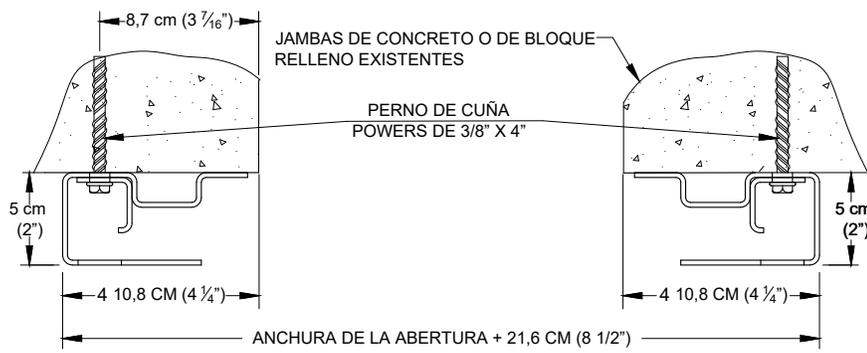

FIGURA 9: MONTAJE DE GUÍAS - OPCIÓN 2
- ▶ **OPCIÓN 2:** Jambas de mampostería. Perno de tornillo Dewalt de 3/8" x 4" + en el interior de la guía. Esta opción de montaje para todas las aplicaciones del modelo 3100 en mampostería y CMU. VEA LA FIGURA 9.